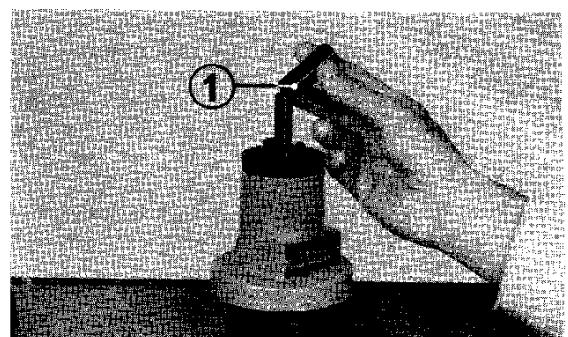

Abb. 4-30 (1) Führungshülse
(2) Führungshülse
- Um den Kolbenbolzen wieder einzubauen, die Führungs- hülse gemäß Abb. 4-30 unter dem Bolzen anbringen und den Kolbenbolzen gemäß Abb. 3-31 in die Kolbenbolzen- bohrung des Kolbens einpressen.